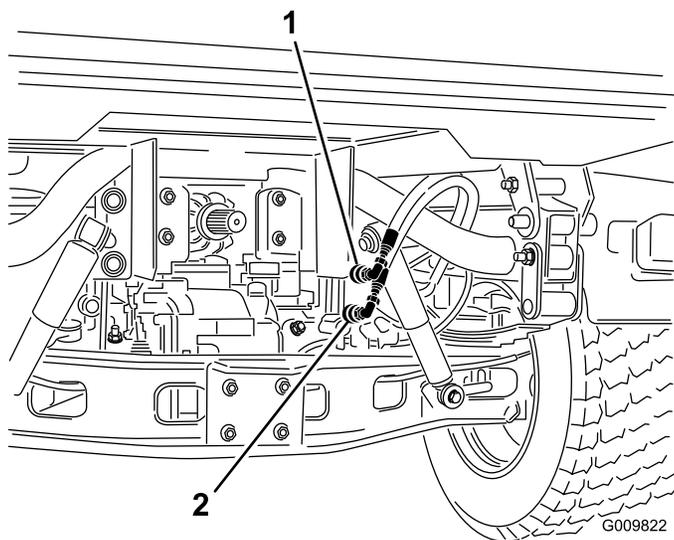

図 76
2. それぞれの車両で、クイックカップラホース2本を、カップラブラケットのホースから外す 図 76。